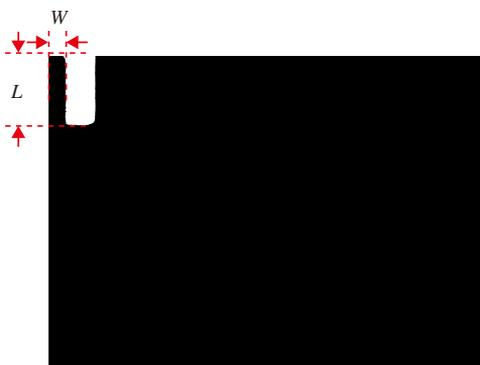

图 8-24 练习题 9 图
9. 根据产品需求, 部分 PCB 需设计成窄长且突出的特殊形状。为避免在锣板过程中出现断裂风险, 设计如图 8-24 所示的外形时, 嘉立创建议锣板出货的 PCB, 突出外形的长度 ( $L$ ) 和宽度 ( $W$ ) 需要满足以下哪组参数? ( )